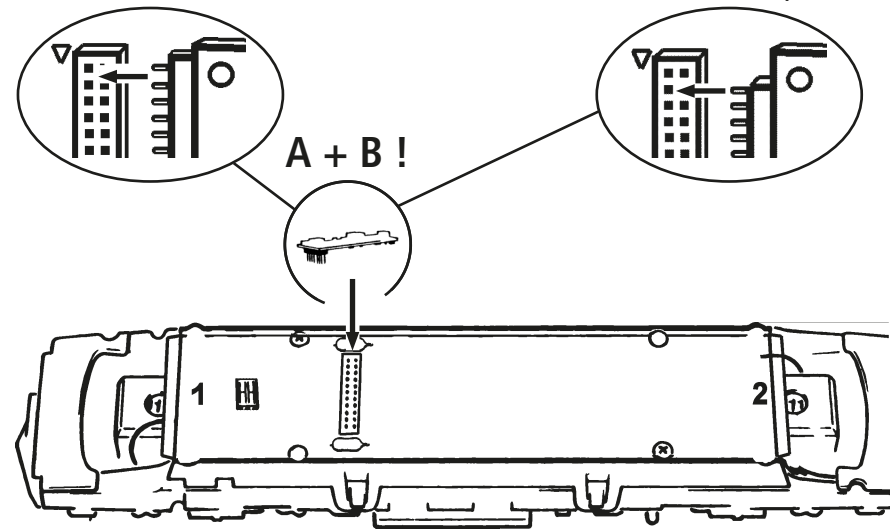

Fig. 4
Zuerst das Lokgehäuse abnehmen (Fig. 3). Brückenstecker aus der Schnittstelle entfernen (diesen sorgsam aufbewahren). Danach den Stecker des Steuerbausteins lagerichtig einsetzen (siehe Fig. 4).
First remove loco body (fig. 3). Then remove the jumper from the interface. Finally put the plug of the chip into the interface as shown in fig. 4.
**Exploitation en télécommande multi-trains:** Veuillez démonter d'abord la caisse (fig. 3). Enlevez la fiche de shuntage de l'interface (à conserver!) et enfichez finalement la fiche du module de télécommande aux prises de l'interface. Veillez à la position correcte de la fiche (voir fig. 4).